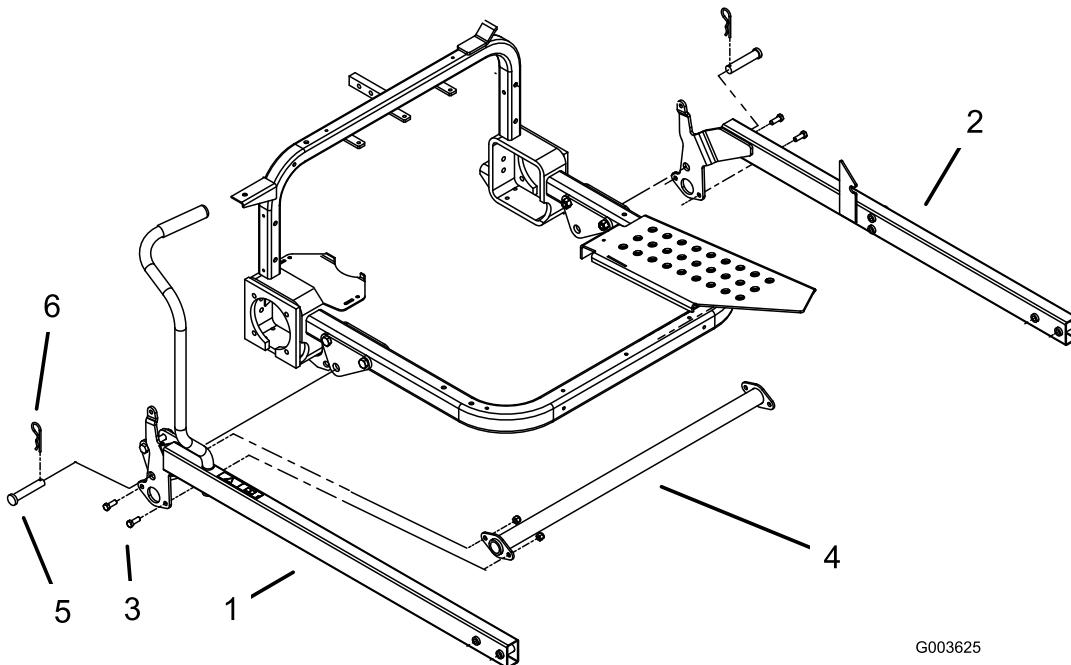

Figura 11
1. Posicione los brazos de elevación de manera que el taladro de montaje del soporte de cada brazo de elevación esté alineado con los taladros de los soportes de montaje (Figura 11).
2. Sujete el brazo de elevación derecho al soporte de montaje con un pasador y una chaveta (Figura 11).
3. Instale provisionalmente un extremo del tubo de torsión en el brazo de elevación derecho con 2 pernos (3/8" x 1") y contratuerca (3/8"); consulte la Figura 11.
4. Sujete el brazo de elevación izquierdo al soporte de montaje con un pasador y una chaveta (Figura 11).
5. Instale provisionalmente el otro extremo del tubo de torsión en el brazo de elevación izquierdo con 2 pernos (3/8" x 1") y contratuerca (3/8"); consulte la Figura 11.
4. Apriete los pernos y las contratuercas que sujetan los extremos de los tubos de torsión a los brazos de elevación (Figura 11).